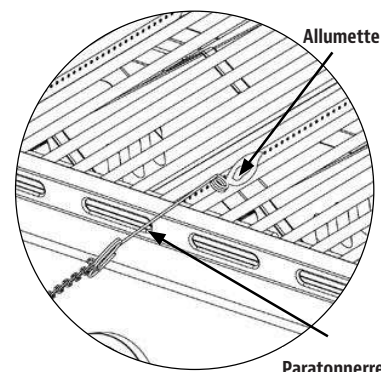

FIG. 3
- Si l'allumeur n'allume pas le brûleur, utilisez une allumette fixée sur la tige d'allumage (incluse avec le gril) pour allumer les brûleurs. Accédez aux brûleurs au travers de la grille de cuisson et des plaques chauffantes. Positionnez l'allumette sur le côté du brûleur. (Fig. 3).